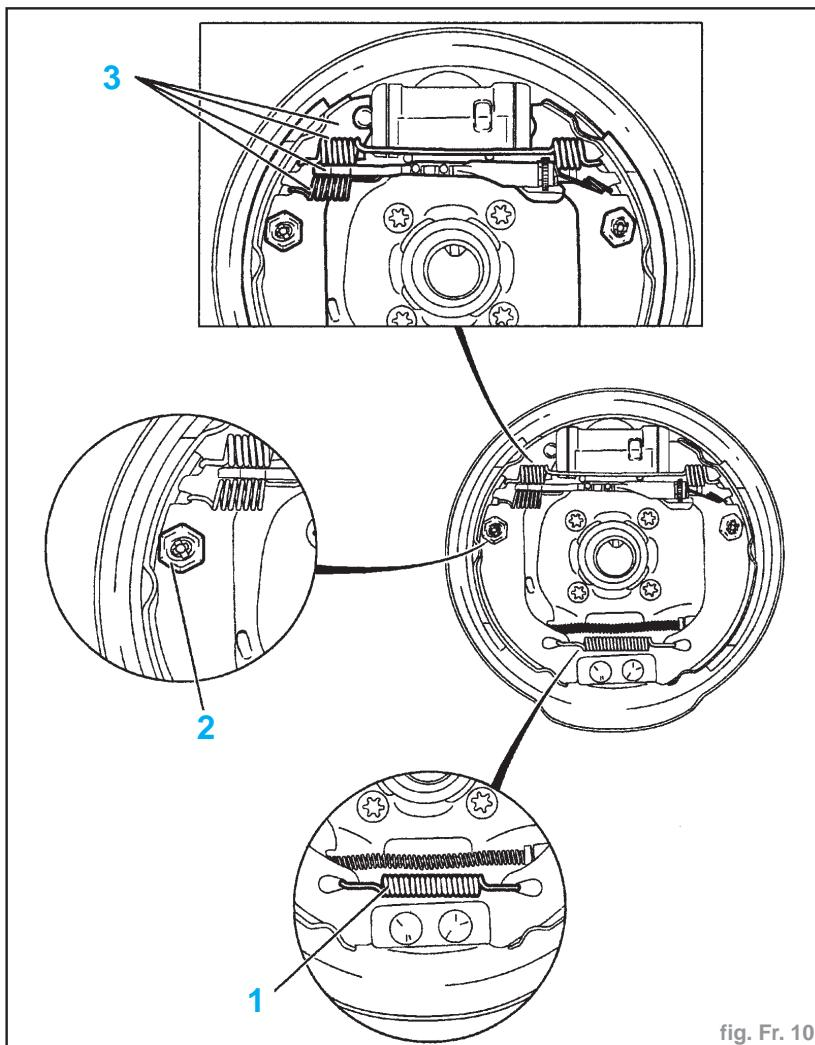

fig. Fr. 10
- Déposer (fig. Fr. 10) :
- le ressort (1) à l'aide d'une pince à ressorts de segments de freins
- les coupelles (2) et les ressorts de maintien à l'aide d'un outil de dépose des coupelles de maintien
- l'ensemble segment, mécanisme de rattrapage et ressorts (3)